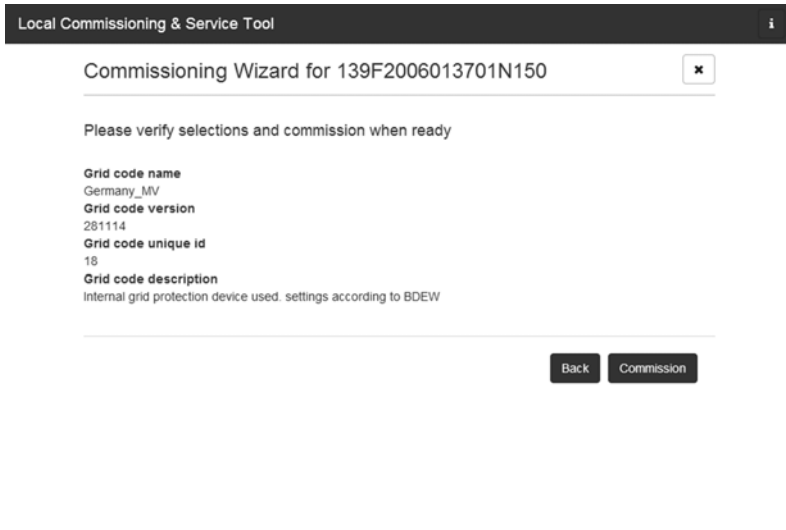

Abbildung 5.7 LCS-Tool - Überprüfung des Landes und des Grid-Codes
9. Das LCS-Tool fordert zur Bestätigung des ausgewählten Landes und des Grid-Codes auf. Siehe Abbildung 5.7. Eine falsche Konfiguration kann mittels der Schaltfläche **[Back]** und der Änderung der Einstellungen im vorherigen Fenster geändert werden.